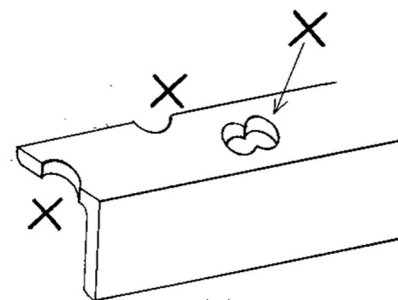

図 F-1
- 1) 材料の縁を半分抜いたり、穴と穴を重ねて抜いてはいけません。無理な力が掛り、本体、替刃の損傷、及び怪我の原因になります。(図 F-1)